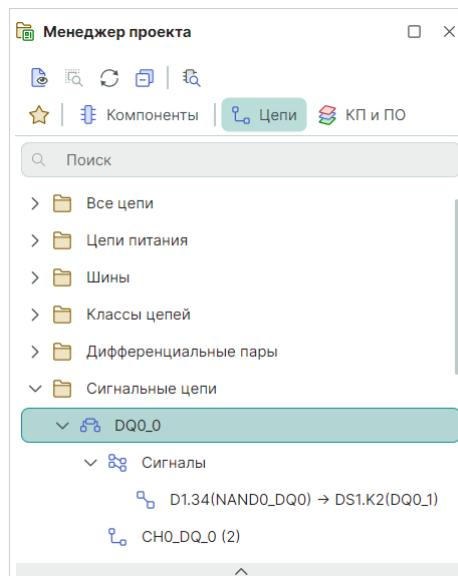

Рис. 143 Отображение сигналов в панели «Менеджер проекта»
8. Созданный сигнал или созданные сигналы будут отображаться в составе сигнальной цепи в панели «Менеджер проекта» → «Цепи» → «Сигнальные цепи», см. Рис. 143.